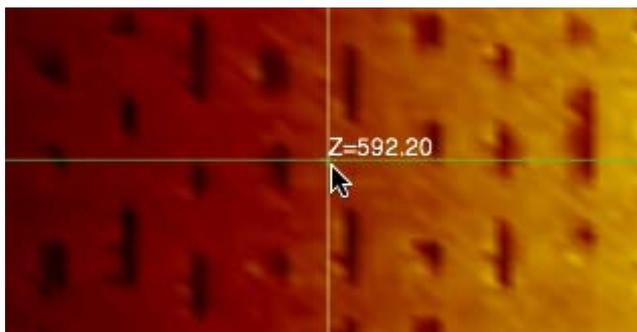

Рис. 4-21. Выбор точки спектроскопии
2. С помощью основной кнопки мыши указать одну или несколько точек проведения спектроскопии на предварительно полученном сканированном изображении поверхности (Рис. 4-21), либо на максимально доступной области. При выборе нескольких точек спектроскопии, каждая последующая задается щелчком мыши с нажатой клавишей <Ctrl>.